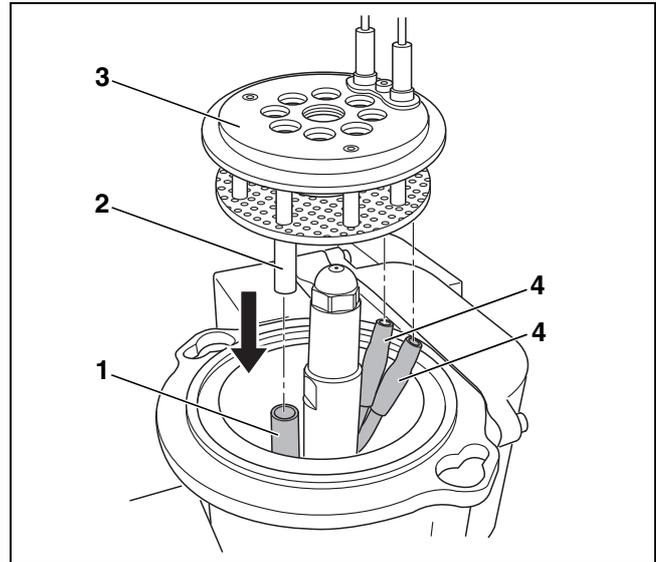

Bild 33 Mischsystem montieren
- ▶ Mischsystem (→ Bild 33, [3]) wieder einsetzen.
- ▶ Zündleitungen (→ Bild 33, [4]) korrekt befestigen.
- ▶ Sichtrohr (→ Bild 33, [2]) in das Halterohr (→ Bild 33, [1]) schieben.